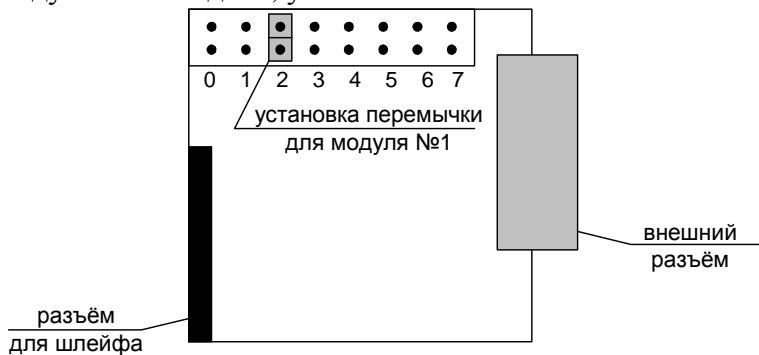

Рис. 4.1 Установка адресной переключки для модуля ввода/вывода №1.
- вынуть неисправный модуль и провести ремонт вышедшего канала, либо заменить модуль на исправный, при этом необходимо правильно установить переключку внутреннего адреса модуля (см. рис.4.1);